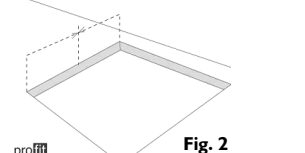

Fig. 2
- Misurare il centro dei lati verticali del cut-out come da Fig. 2.